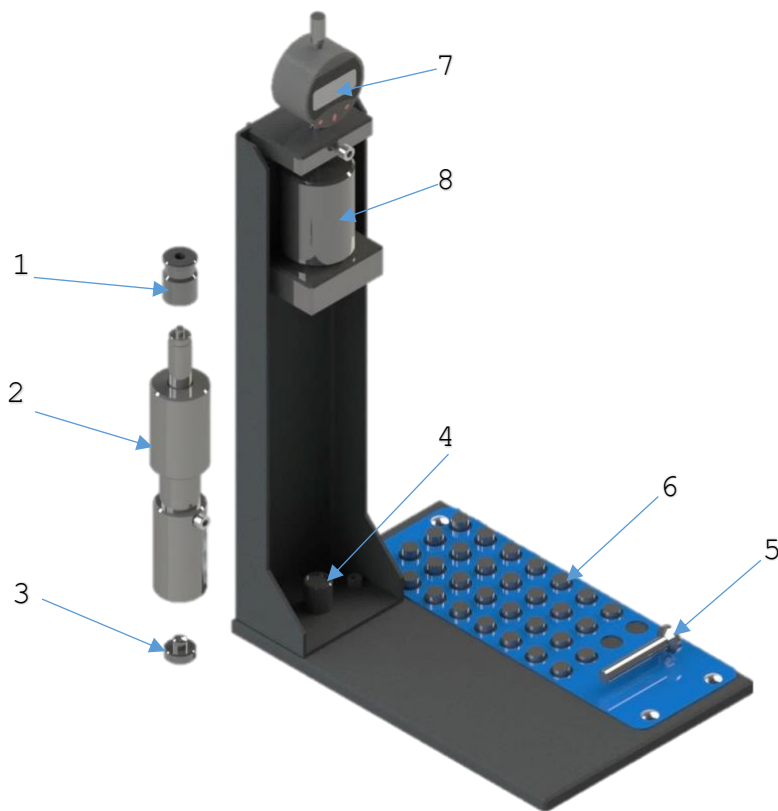

Рисунок 1.1 – Описание элементов Стойки
1. Собрать стойку согласно рис.1.1;